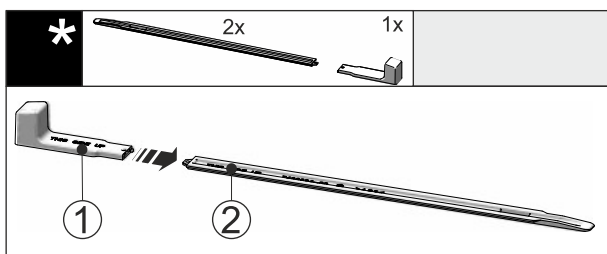

Fig. 43
- Montážní úchyt Fig. 43 (1) připevněte k nivelační liště Fig. 43 (2).